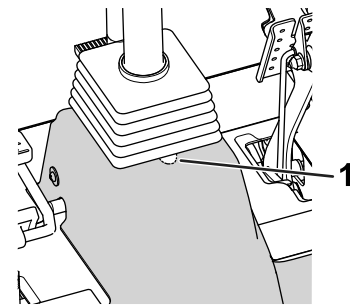

Figura 21
6. Recorte una muesca en forma de U en el carenado (Figura 21).